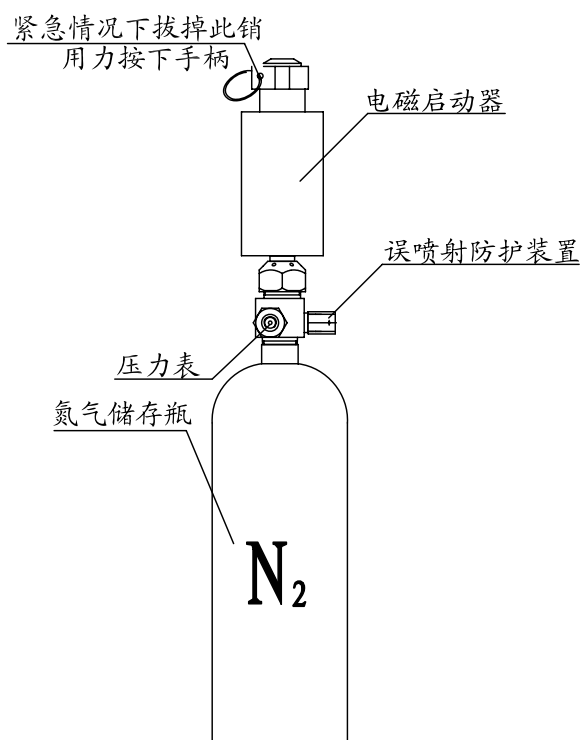

图 5：驱动气体储存容器
6) 为了避免容器在运输、装卸过程中灭火剂误喷放, 在启动瓶阀出口处设置有防护装置, 装置上有小孔, 能使氮气均匀喷放而不产生较大的反冲力。如图 5 所示。